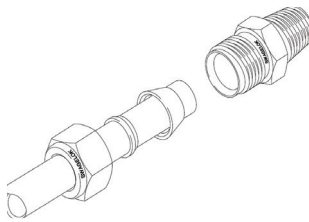

图3 螺母和卡套的朝向
3. 将管子插入需要预装的世伟洛克接头。将接头上的螺母拧开，使螺母和前、后卡套套在管子上。螺母、后卡套和前卡套的朝向必须如图3所示。